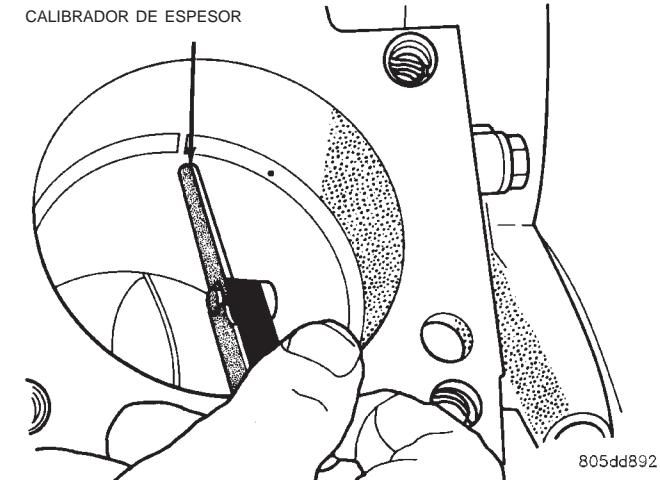

Fig. 7 Medición de luz
(4) Coloque el aro en el hueco del cilindro y empuje hacia abajo con el pistón invertido para acercarlo al punto inferior del recorrido del aro. Mida la luz entre las puntas del aro con un calibrador de espesor que ajuste sin holgura entre los extremos del aro (Fig. 7).